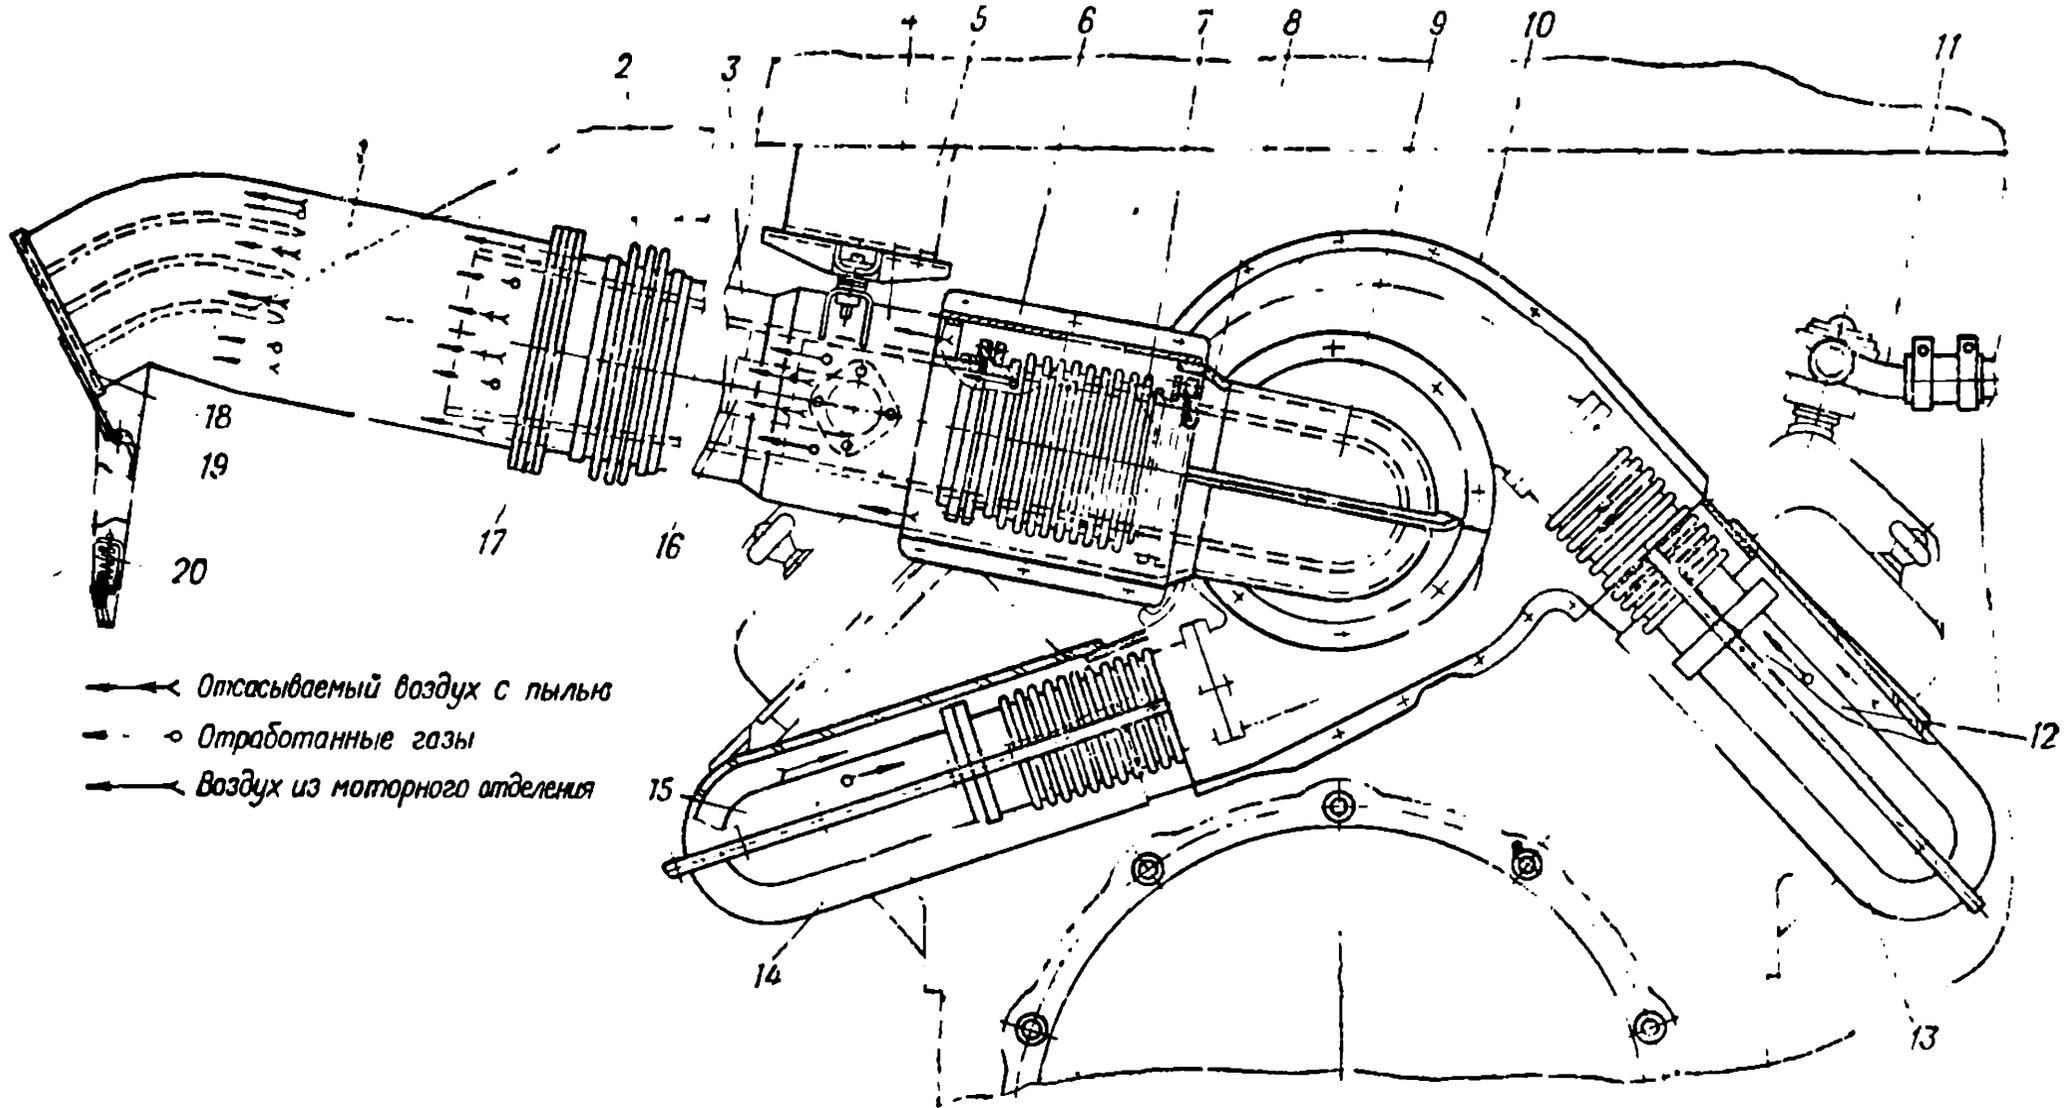

Рис. 23. Система выпуска отработавших газов:
**Устройство системы выпуска отработавших газов.** Система выпуска отработавших газов включает два выпускных коллектора двигателя, две подводящие трубы 12 (рис. 23) и 15, патрубков 9 с фланцем, эжектор 3, колпак 1 с фланцем, кожухи и сильфоны. Эжектор служит для отсоса пыли из первой ступени очистки воздухоочистителя.
Первый поток: из бункера воздухоочистителя воздух вместе с отделенной в первой ступени пылью по трубе 12 (рис. 22) и патрубку 16 (рис. 23) отсоса пыли поступает в эжектор 3 и, смешавшись с отработавшими газами, выбрасывается в атмосферу через колпак 1.